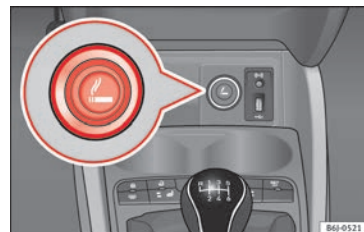

Bild 145 Cigarettändare
- Tryck in cigarettändaren » bild 145 för att aktivera den » ⚠.